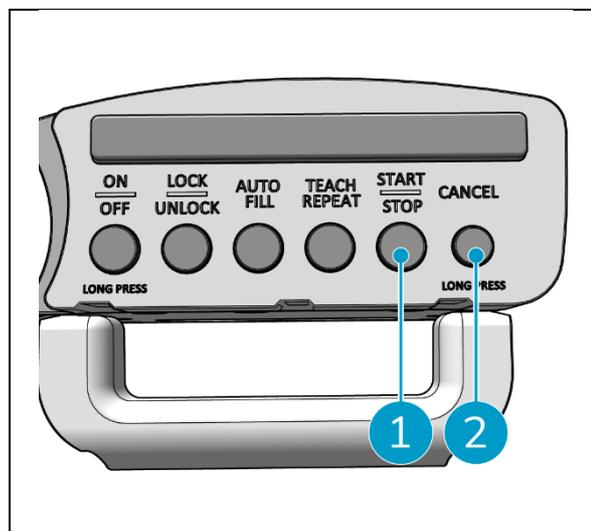

Figura 39
1. Posicionar o i-walk em frente ao código QR. O botão Iniciar/Parar (Figura 39, pos. 1) piscará a azul quando o código QR for reconhecido.
2. Premir e manter premido o botão Cancelar (Figura 39, pos. 2) durante alguns segundos. Um sinal sonoro confirmará a eliminação de um percurso de limpeza.